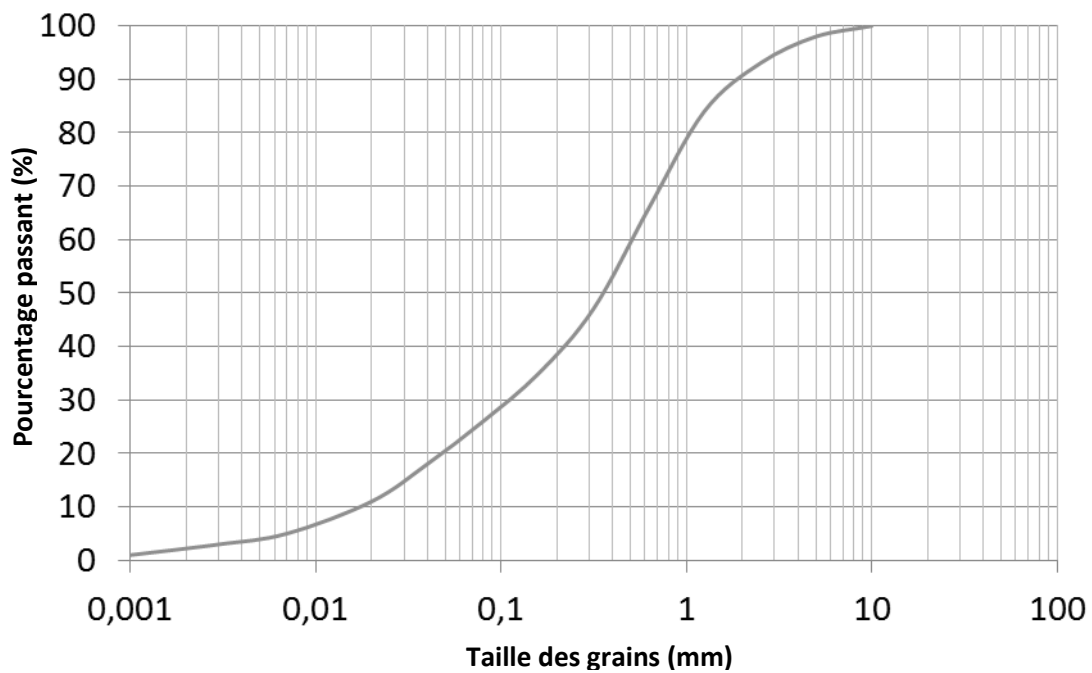

Figure 1.2 : Courbe granulométrique d'un échantillon de sable
- 1.4 Donnez la (les) classification(s) du sable possible(s) dans le système USCS en considérant la courbe granulométrique fournie à la Figure 1.2 en Annexe 1. **(1 pt)**